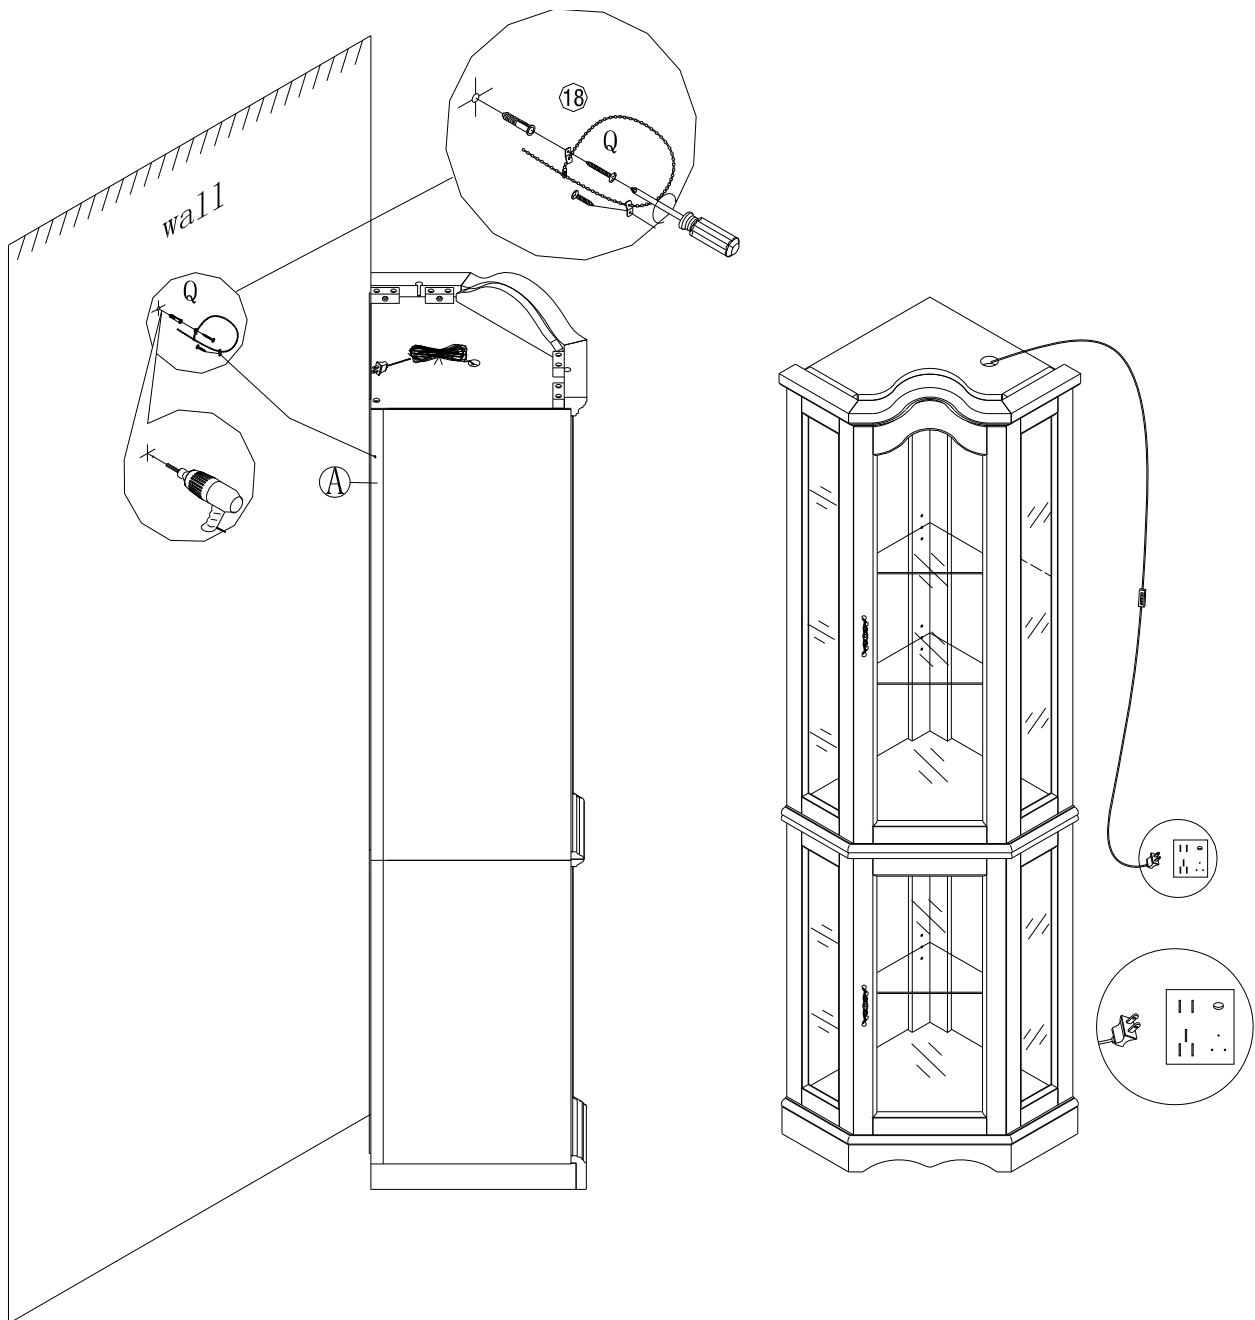

FIGURE 13
13. FIT THE PLUG TO THE APPROPRIATE POWER SOURCE AND THE LIGHT IS READY TO BE LIT. TURN THE LIGHT **ON** AND **OFF** BY TURNING THE SWITCH ON CORD. AS SHOWN IN FIGURE 13.